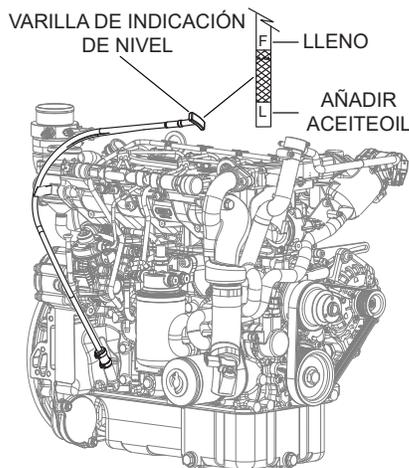

Figura 13. Comprobación y llenado del aceite del motor
2. Tire de la varilla de medición de nivel de aceite del motor de su portador (Figura 13).